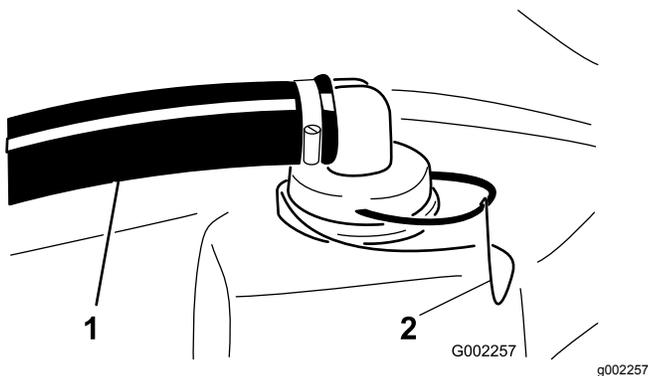

Figura 68
2. Togliete l'ancoraggio dal raccordo rosso affisso al flessibile grande, sopra il serbatoio (Figura 68).
3. Togliete il flessibile dal serbatoio (Figura 68).